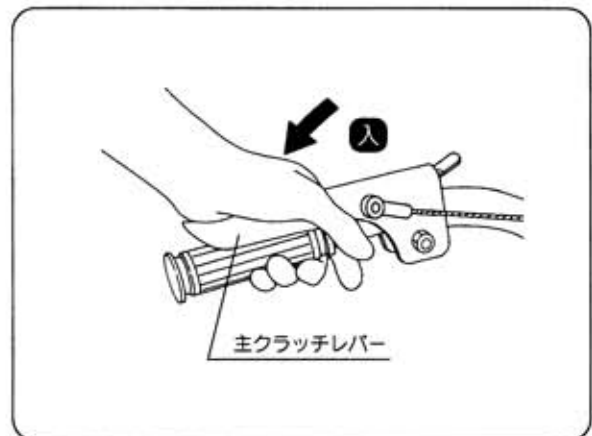

図37
- 主クラッチレバー [入] 位置にしてベルトが確実に張れているか確認してください。(図37)